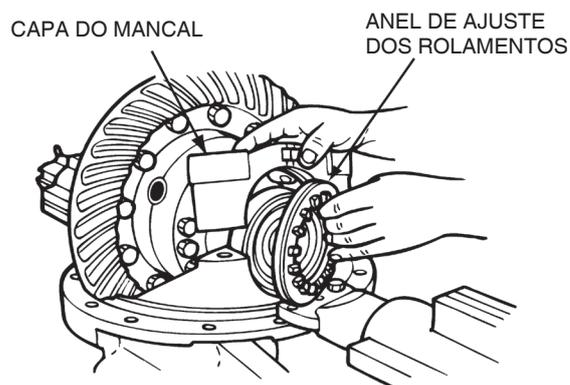

Figura 3.44
6. Remova as capas dos mancais, anéis de ajuste e capas dos rolamentos da caixa do diferencial. Figura 3.44.